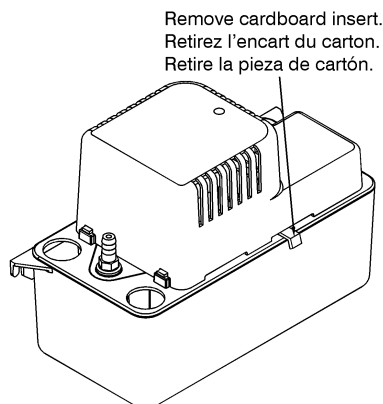

Figure 1
2. Carefully unpack the pump. Remove the cardboard packing from the motor cover air slots. Carefully slide the packing away from the pump. This packing is used to prevent switch movement during shipment (Figure 1).
2. Déballer la pompe avec précaution en faisant gliser l'emballage. Enlever l'emballage de carton des fentes d'aération qui se trouvent sur le couvercle du moteur. Cet emballage est destiné à éviter le mouvement des commutateurs pendant le transport (Figure 1).